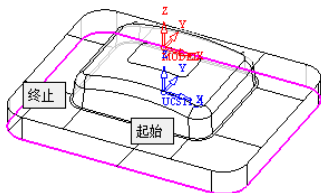

图 3-51 选择边界
- 单击“边界”按钮，弹出“轮廓管理器”对话框，选择图 3-51 所示的轮廓作为边界，单击鼠标中键确认。